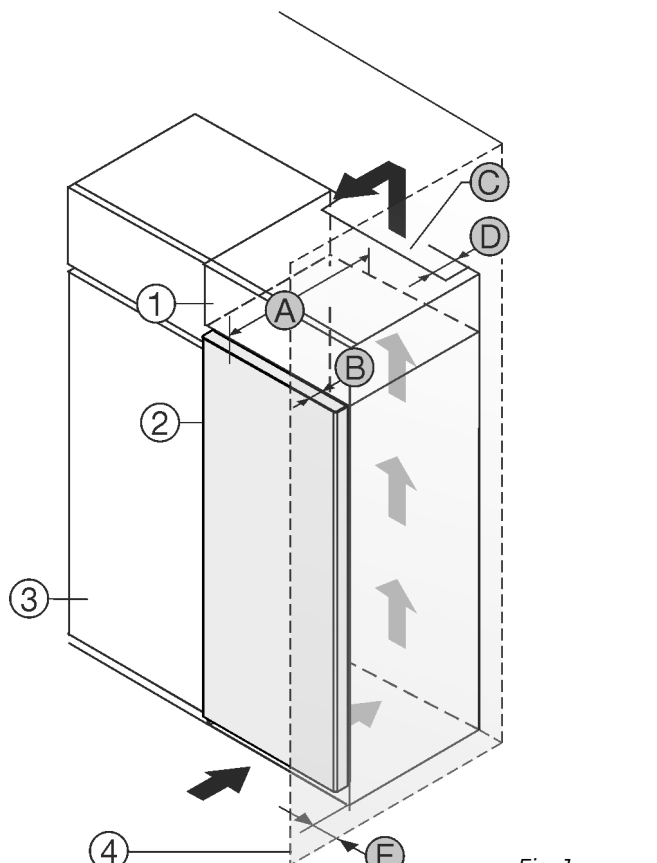

Fig. 1
Příklad nainstalujte přímo vedle kuchyňské skříňky Fig. 1 (3). Na zadní straně nastavné skříňky musí být větrací šachta hluboká Fig. 1 (D) přes celou šířku nastavné skříňky.
Pod stropem místnosti musí být dodržen ventilační průřez Fig. 1 (C).
Když se přístroj instaluje závěsy vedle stěny Fig. 1 (4), musí být vzdálenost mezi přístrojem a stěnou minimálně 13 mm.
Když se přístroj instaluje závěsy vedle stěny Fig. 1 (4), musí být vzdálenost mezi přístrojem a stěnou minimálně 20 mm.
Aby bylo možné dvířka plně otevřít, musí přístroj přesahovat o hloubku dvířek Fig. 1 (B) vůči přední linii kuchyňské skříňky. V závislosti na hloubce kuchyňských skříňek Fig. 1 (3) a použití vymezovačů odstup od stěny může přístroj vyčnívat dále.